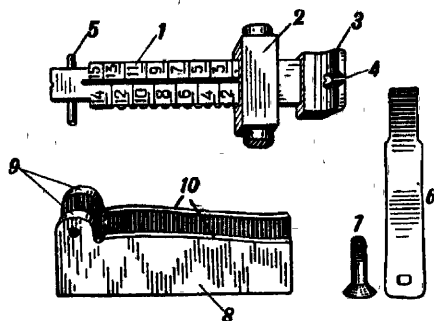

Рис. 12. Прицел:
**Прицел** (рис. 12) состоит из: прицельной колодки, прицельной планки с осью, хомутика, двух защёлок с пружинами, пружины прицельной планки и предохранителя прицела.